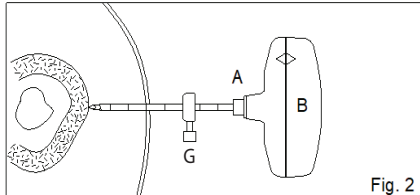

Fig. 2
FIG. 2 Faire progresser la jauge de profondeur (G) jusqu'au contact avec la peau, puis la retirer selon la profondeur souhaitée, en utilisant les repères de centimètre sur la canule coupante (A) comme guides visuels.